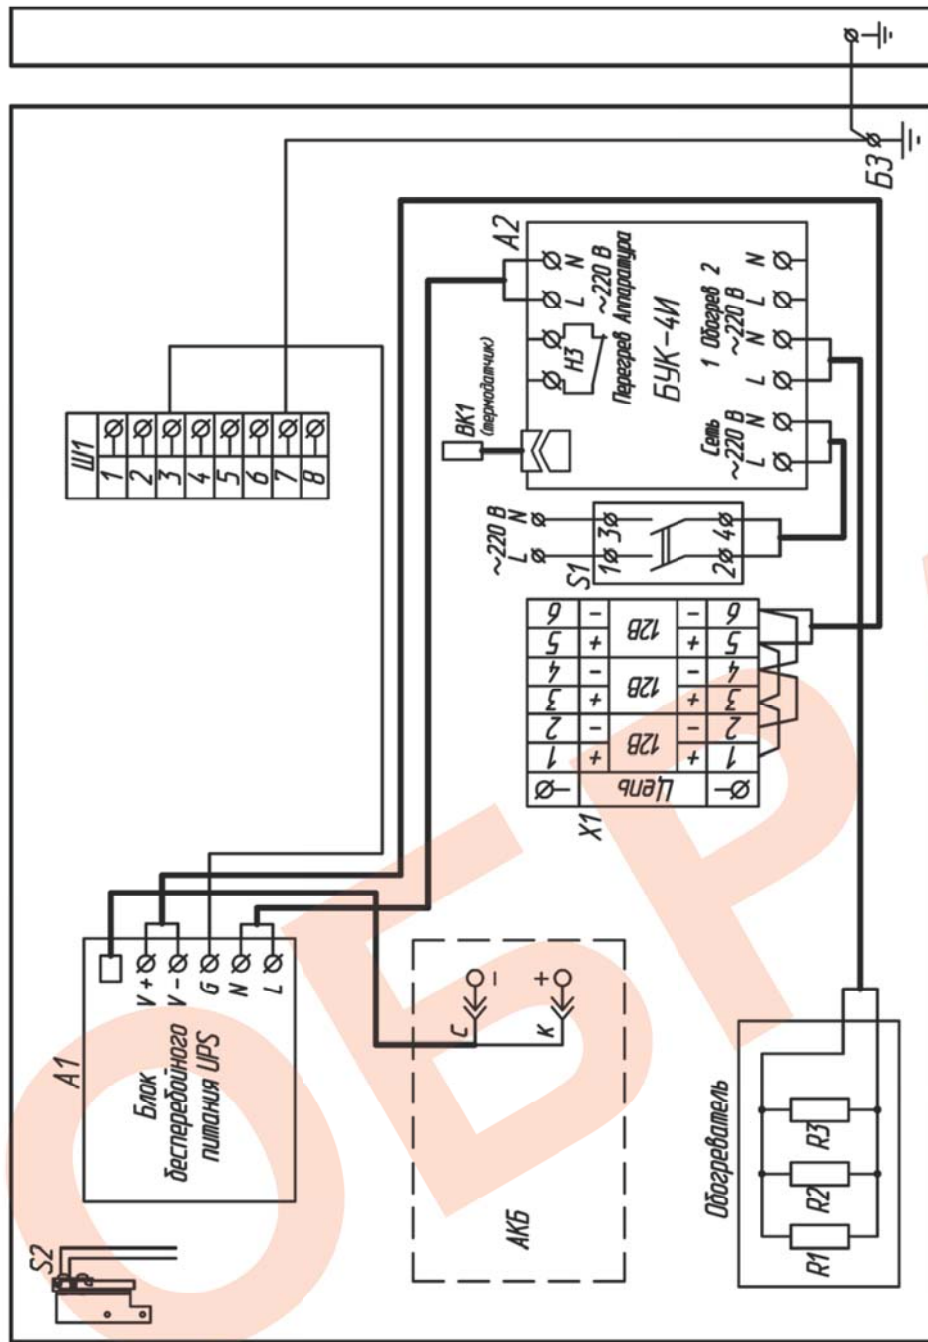
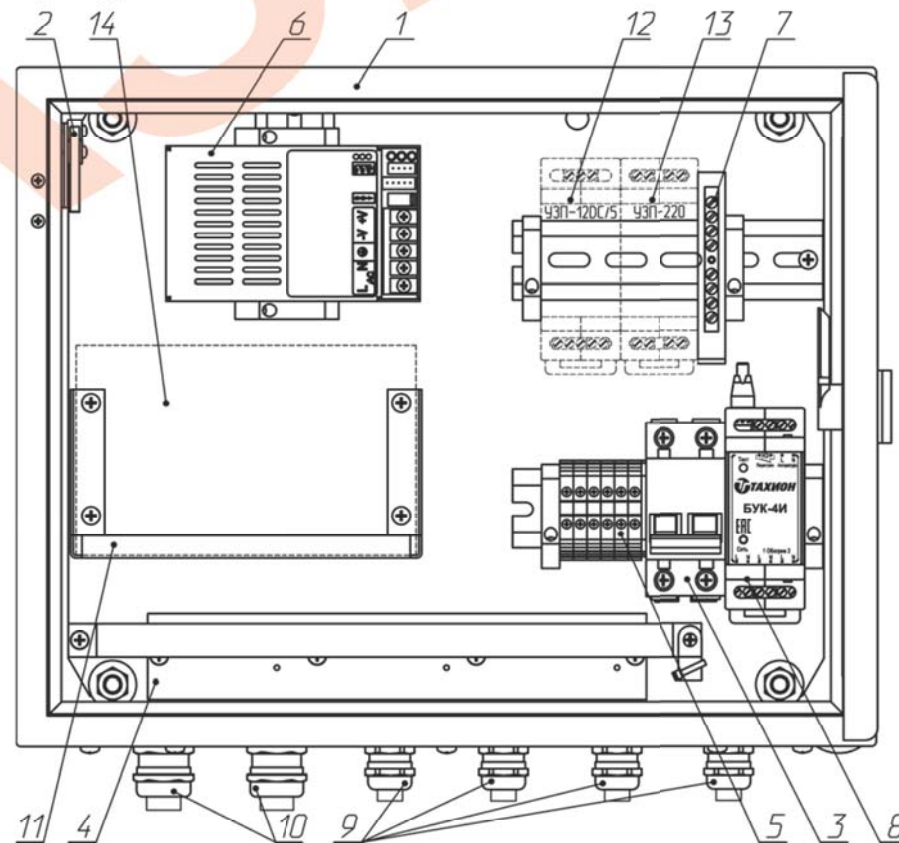
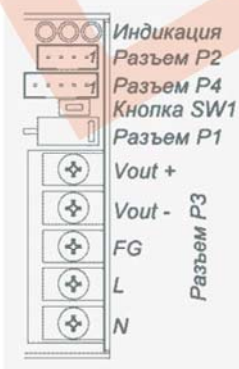

Рис. 3 Схема электрическая принципиальная ИБГУ-36Вт (-60Вт).
Рис. 1. Устройство изделия (дверь открыта на 90°).
Рис. 2. Цоколёвка разъемов блока бесперебойного питания UPS (A1).
Температура обогревателя во время работы превышает 70°C, во избежание повреждения аппаратуры и кабелей производите их монтаж на расстоянии не менее 3 см от обогревателя (R1-R3)(рис. 1).
В состав изделия входят (см рис.1):
Устройство изделия приведено на рис.1, а схемы подключения элементов внутри изделия на рис.2 и 3. Управление обогревателем и холодным запуском блока UPS, установленного в изделии, обеспечивается блоком управления климатом БУК-4И.
*Цоколёвка разъемов и элементов индикации UPS указана на рис. 2.*
Разъём P3 основной разъём питания, назначение контактов указан на рис. 2.
Подключение цепей изделия производится в соответствии со схемой электрической принципиальной (рис.3 или 4). Для подключения необходимо:
1. Установить аккумуляторную батарею на кронштейн (см. рис.1) и подключить к ней провода от блока бесперебойного питания UPS (A1), соблюдая полярность (рис.3 или 4).
4. Подать трехпроводным кабелем напряжение питания 220В AC на выключатель автоматический S1, при этом фазный провод (L) соединить с контактом 1, нулевой провод (N) с контактом 3, а провод заземления соединить с любым свободным контактом шины нулевой (Ш1).